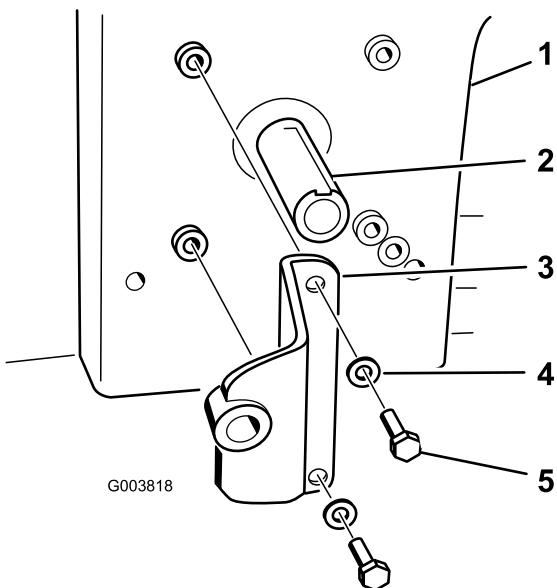

**Bild 17**
2. Montieren Sie das 45-Grad-Anschlussstück seitlich an der Hydraulikpumpe (Bild 17).